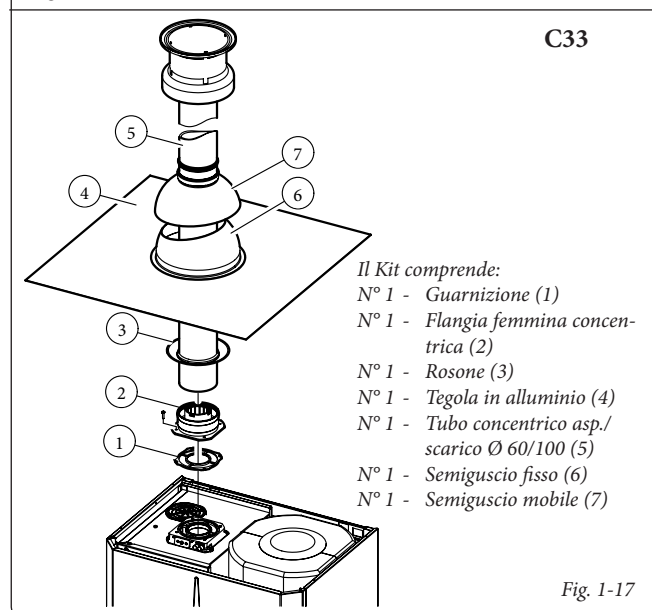

Fig. 1-17
- Kit verticale concentrico di aspirazione e scarico. Questo terminale permette l'aspirazione dell'aria e lo scarico dei fumi direttamente all'esterno dell'abitazione in senso verticale (Fig. 1-17 ÷ 1-18).
**Kit verticale con tegola in alluminio Ø 60/100.** Montaggio kit (Fig. 1-17): installare la flangia concentrica (2) sul foro più interno della caldaia interponendo la guarnizione (1) (*che non necessita di lubrificazione*) posizionandola con le sporgenze circolari verso il basso a contatto con la flangia di caldaia e serrare con le viti presenti nel kit.